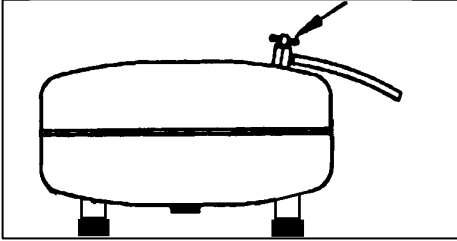

Fig. 6
- a) Grossa quantità di condensata nel serbatoio. Scaricare la condensata (Fig.6).
- a) Large amount of condensate in air tank. Remove condensate (Fig.6).